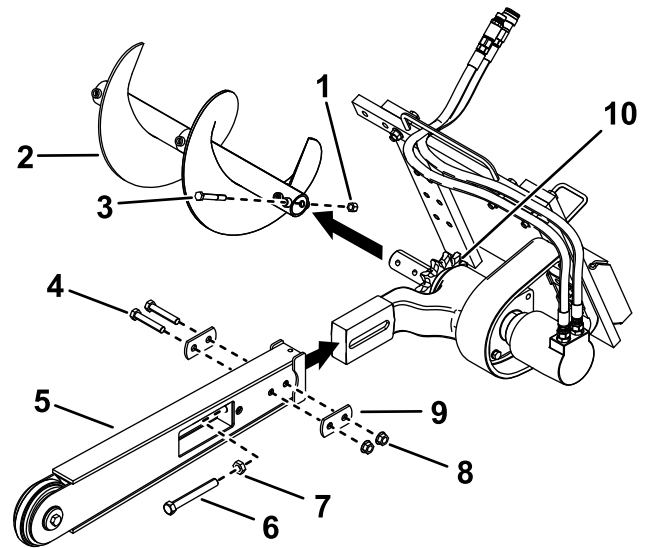

图 3
3. 卸下固定弃土螺旋钻的螺栓和螺母并拆下螺旋钻图 3。
4. 从喷洒臂侧面拆下 2 个螺栓 ¾ x 3½ 英寸、2 个螺母 ¾ 英寸和 2 个双垫圈图 3。
5. 松开调节螺栓和锁紧螺母图 3。